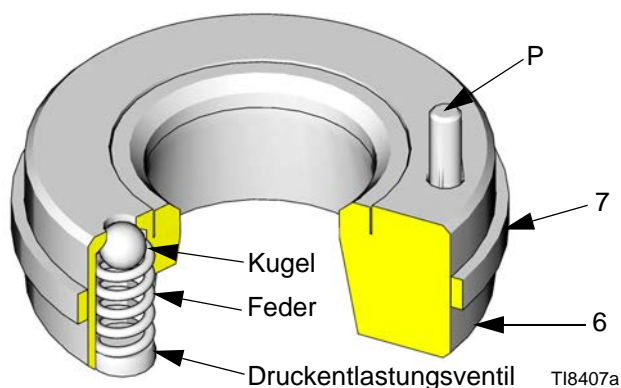

ABB. 6. Einlasssitz mit Druckentlastungsventil
4. Den Einlasssitz des Entlastungsventils (6) auf der linken Seite des Einlassgehäuses (15) entsprechend ABB. 4 und ABB. 5 installieren. (Der eingegossene Text im Untergehäuse gibt die genaue Lage für den Sitz des Entlastungsventils an.) Der Stift (P) auf dem Sitz muss in das Gehäuse zeigen. Der Stift begrenzt die Positionierung auf dem Sitz; hierdurch wird sichergestellt, dass die Entlüftung nicht durch einen Teil des Gehäuses versperrt ist. Siehe ABB. 6.